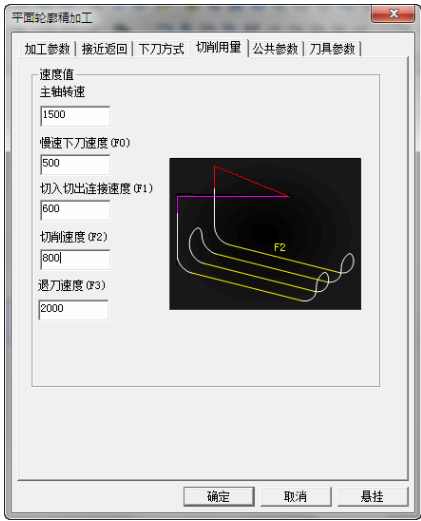

图 8-19 “切削用量”选项卡
3) 单击“切削用量”选项卡，设置“主轴转速”“慢速下刀速度”“切入切出连接速度”“切削速度”“退刀速度”，具体参数数值如图 8-19 所示。